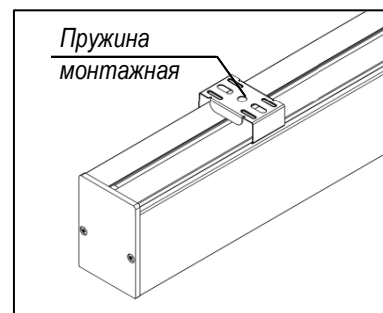

Рис.1
- Закрепить пружины монтажные (рис.1) к опорной поверхности. Пружины в комплект поставки не входят.
- Подключить кабель питания светильника к сети переменного тока 230 В, 50/60 Гц согласно цветовой маркировке проводов: фаза (L) – чёрный (коричневый), ноль (N) – синий, земля – жёлто-зелёный